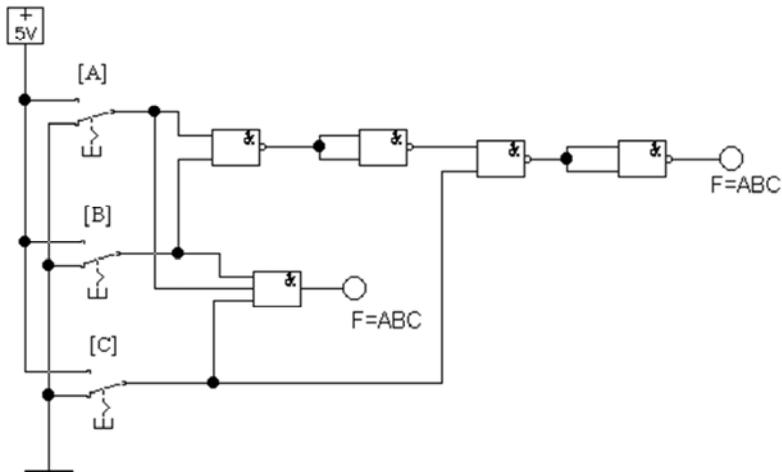

Рис. 12.6. Реализация функции $F = ABC$ (файл **kls_abc.ewb**)
5. Исследовать комбинационные логические схемы (КЛС). Реализовать логическую функцию $F = ABC$ (файл **kls_abc.ewb**, рис. 12.6). С помощью ключей (управляются клавишами «А», «В», «С») подать на вход схем различные комбинации переменных A, B, C .